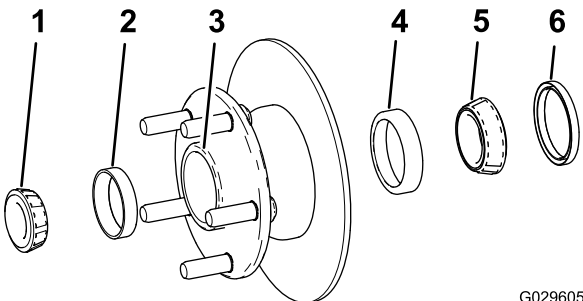

図 34
1. ハブから外側のベアリングとベアリングレースを取る 図 34。
2. ハブから、シール、内側のベアリングとベアリングレースを取る 図 34。
5. ハブについているグリス、ごみなどをきれいに取り除く 図 34。
7. ハブに、内側のベアリングレースと外側のベアリングレースを取り付ける 図 34。
8. キャビティの5080程度にグリスを詰める 図 34。
9. ハブの内側に内側ベアリングを取り付け、シールをはめる 図 34。